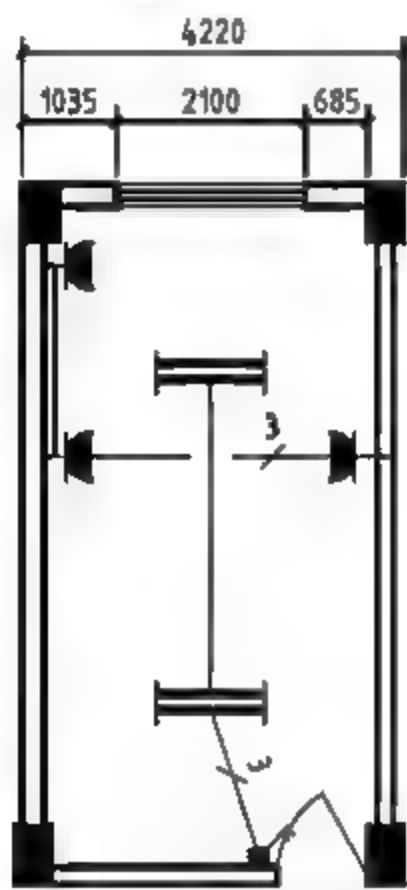

图5-134 打开素材
- 01 打开本书配备资源中的“素材\第5章\5-8 编辑标注文字内容.dwg”文件，如图5-134所示。